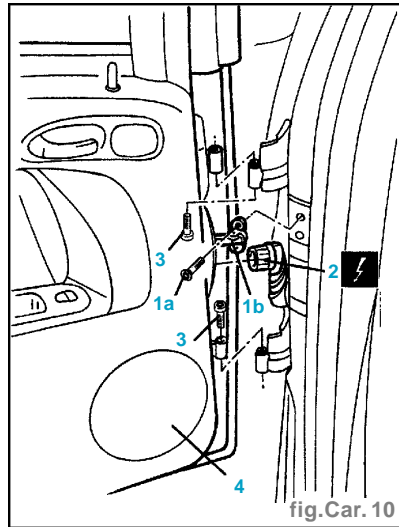

fig. Car. 10
- Dévisser les vis (1a) du limiteur (1b) et refermer la porte pour faire rentrer le limiteur même (fig. Car. 10).
- Débrancher la connexion électrique (2).
- Dévisser les vis des charnières (3).
- Soulever la porte et l'enlever (4).